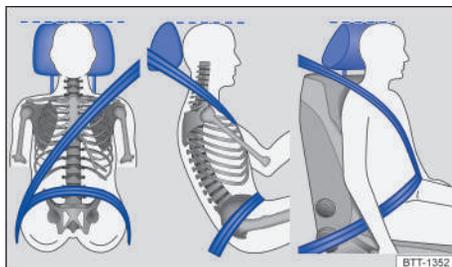

Fig. 29 Posición correcta de la banda del cinturón y ajuste correcto del apoyacabezas.
Los cinturones de seguridad solamente ofrecen protección ideal en un accidente y disminuyen el riesgo de lesiones graves o fatales con la posición correcta de la banda del cinturón. Además, la posición correcta del cinturón de seguridad mantiene al ocupante del vehículo en una posición de máxima protección en caso de disparo del airbag. Por este motivo, colóquese el cinturón de seguridad y tenga en cuenta la posición correcta de la banda del cinturón → fig. 29.
- Dejar el cinturón de seguridad siempre plano y sin la banda torcida sobre el cuerpo. De ser necesario, estirar un poco la banda del cinturón de seguridad → fig. 29.